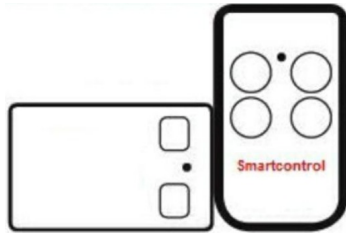

Figura 2
2. Posizionare il radiocomando originale da duplicare come mostrato in figura 2. Premere il tasto del radiocomando originale da duplicare finché il LED di RA607 non incomincia a lampeggiare velocemente. Rilasciare il pulsante.